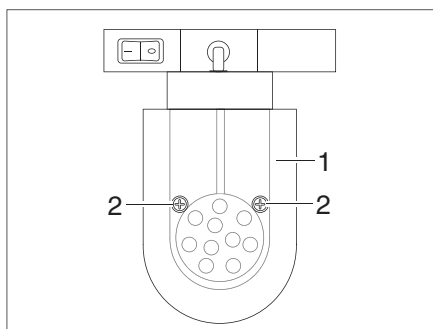

Fig. 398 Faretto a LED (mobile)
- Svitare le viti di fissaggio (Fig. 398,2).
- Rimuovere il vetro della lampada (Fig. 398,1).